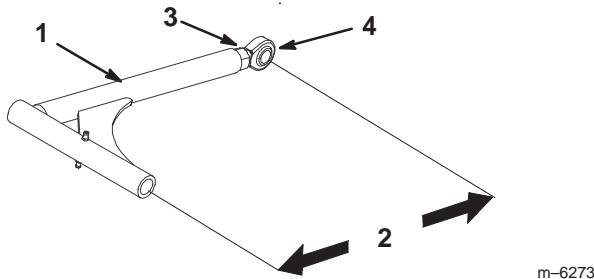

Bild 69
1. Lockern Sie zum Einstellen der Schubarme die Klemmmutter und drehen Sie das Kugelgelenk jeweils um eine Drehung entgegen dem Uhrzeigersinn (Bild 69).
2. Stellen Sie beide Seiten gleich ein. Jeder der Schubarme hat eine Nennlänge von 389 mm (Bild 69).